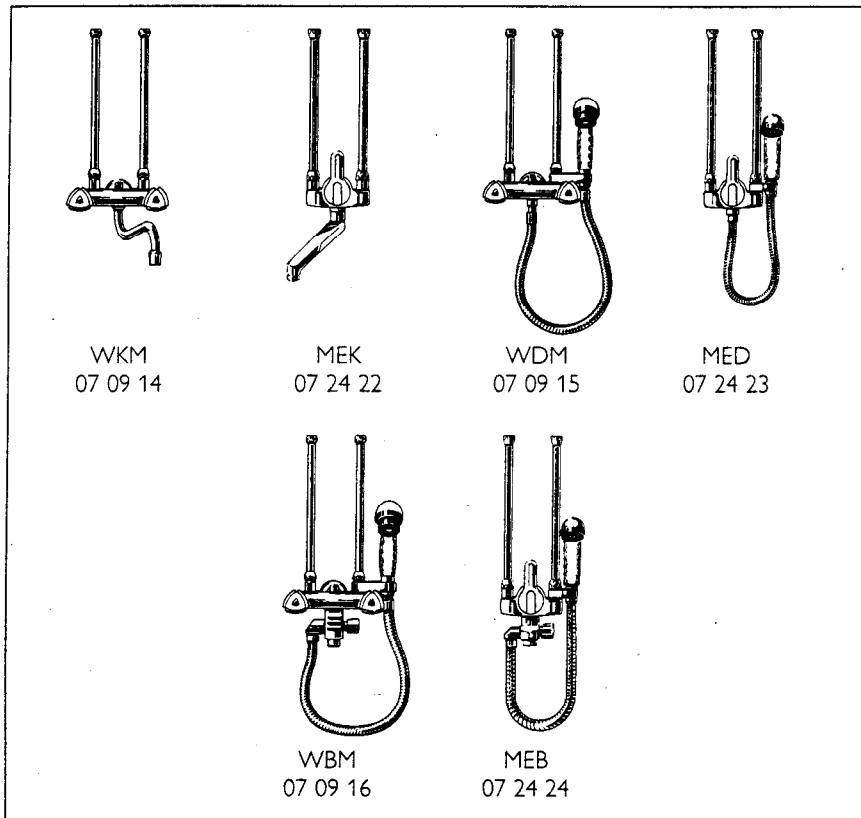

Abb. 10/Fig. 10/Afb. 10
- Bei dieser Installation sind die Stiebel Eltron Armaturen für offene Warmwasserspeicher (Abb. 10) zu verwenden.
- With this type of installation, use only Stiebel Eltron free outlet fittings for hot water heaters (Fig. 10).
- Pour cette installation, utiliser les robinets Stiebel Eltron pour chauffe-eau à écoulement libre (fig. 10).
- Bij deze installatie moeten de Stiebel Eltron kranen voor open warmwaterreservoirs (afb. 10) gebruikt worden.